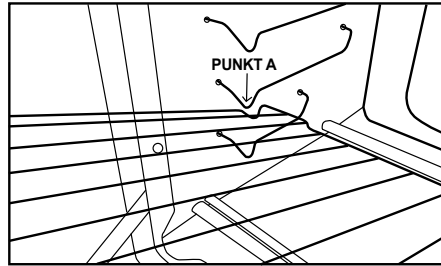

Abb. 2
2. Schieben Sie den Rost vorsichtig nach vorne, bis seine Kante PUNKT A (Abb. 2) passiert hat.